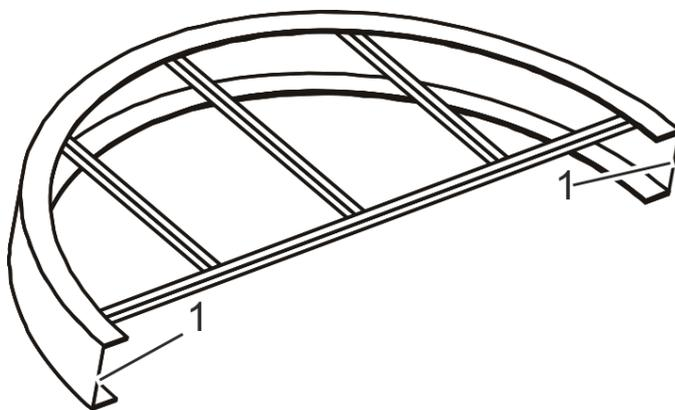

Рис. 39 Половина потолка (пример)
10. У двух концов (рис. 39/1) поднятой половины потолка (рис. 39) нужно вставить соединительную скобу в пазы на внутренней стороне.